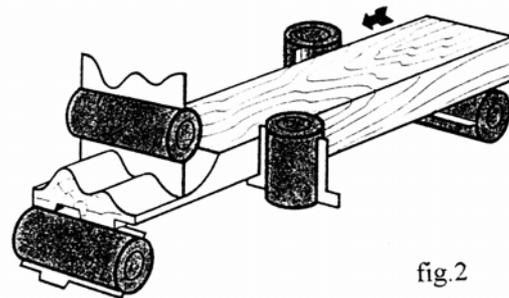

fig.2
2. Rabotage quatre faces et profilage (fig.2).
3. Rabotage quatre faces et délignage (cinquième arbre nécessaire) (fig.2 et 3).